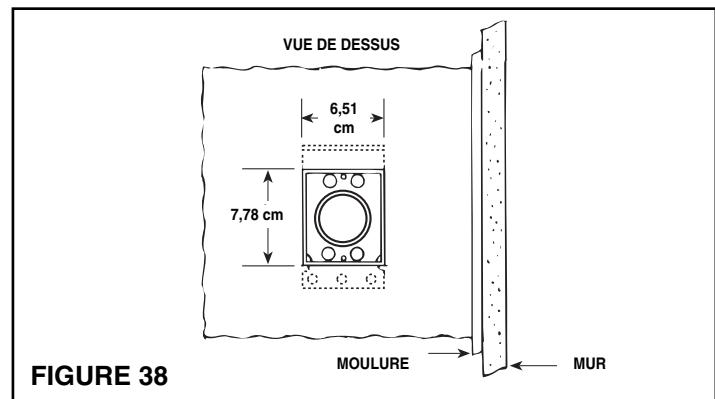
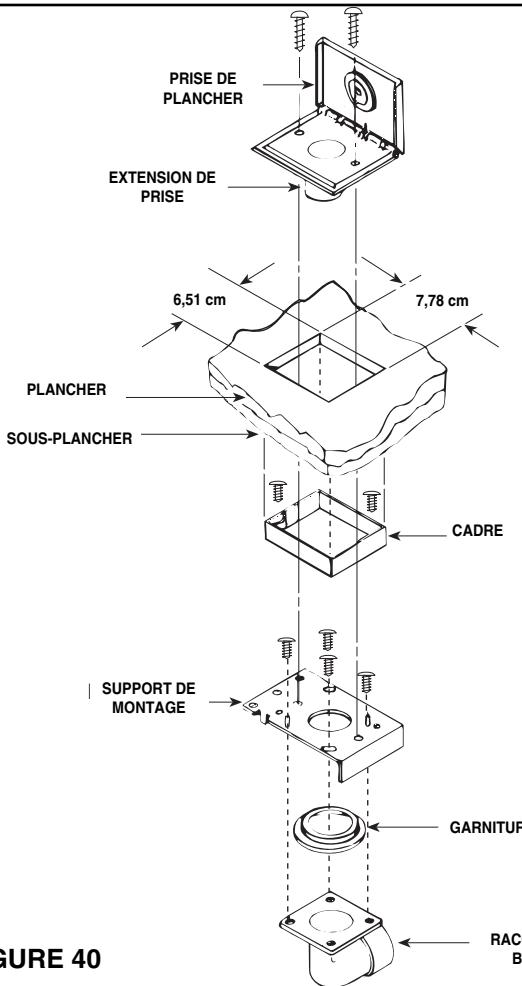

FIGURE 38
FIGURE 40
- Voyez la Figure 38. Alignez les orifices de montage de la prise avec les trous de la plaque de montage, placez la prise dans la plaque de montage, et fixez-la avec les vis fournies. NOTA: Si un coude de rayon court 382-S est utilisé, il peut être nécessaire d'utiliser des vis de montage courtes pour qu'elle ne rentre pas en contact avec le coude.
- Voyez les figures 38 et 39. Après avoir déterminé l'emplacement de la prise au sol, découpez un orifice rectangulaire de 7,78 cm X 6,51cm. Le point central de la prise doit être situé à au moins 6,35 cm du mur pour permettre l'ouverture du couvercle au moment de l'insertion du boyau.
- Déterminez la direction de la tuyauterie et attachez le raccord à bride approprié au support de montage avec les quatre (4) vis fournies. **Assurez-vous que la bride du support de montage ne rentre pas en contact avec la tuyauterie et que la soudure est bien en place.**
- Voyez la figure 40. Positionnez le support avec le cadre et le raccord à bride dans la découpe d'en dessous et fixez-le au sous-plancher.
- Voyez la figure 40. Fixez la prise de sol en place avec deux vis.